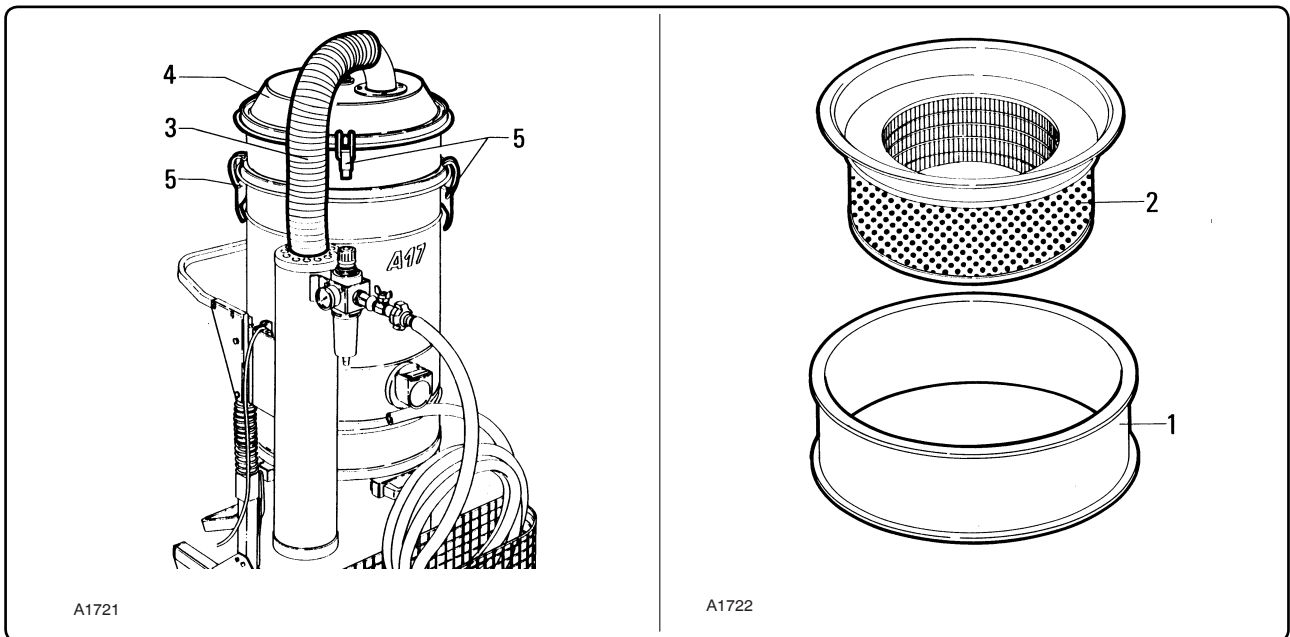

Fig. 6.8.1
si tratta di un aspiratore di categoria C completato di un filtro assoluto "2" come da fig. 6.8.1.
6.8 - Montaggio filtro assoluto "K1" (fig. 6.8.1)
this is a category C vacuum complete with an absolute filter "2" as shown in fig. 6.8.1.
6.8 - Installing absolute filter "K1" (fig. 6.8.1)
Il s'agit d'un aspirateur de catégorie C qui monte un filtre absolu "1" comme illustré par la fig. 6.8.1.
6.8 - Montage filtre absolu catégorie "K1" (fig. 6.8.1)
se trata de un aspirador de categoría C con un filtro absoluto "1" como se ve en la fig. 6.8.1.
6.8 - Montaje filtro absoluto categoría "K1" (fig. 6.8.1)
- Togliere il tubo di collegamento "3" (fig. 6.8.1);
- *Remove connecting pipe "3" (fig. 6.8.1);*
- Enlever le tuyau de jonction "3" (fig. 6.8.1);
- *Quitar el tubo de conexión "3" (fig. 6.8.1);*
- collegare un tubo di aspirazione "3" (fig. 6.8.1) di lunghezza maggiore al precedente.
- connect a longer suction pipe "3" (fig. 6.8.1) than the previous one.
- brancher un tube d'aspiration "3" (fig. 6.8.1) d'une longueur supérieure au précédent.
- conectar un tubo de aspiración "3" (fig. 6.8.1) de longitud mayor respecto al precedente.